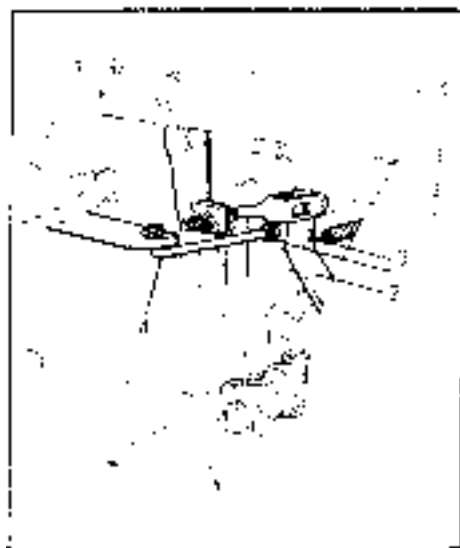

Fig. 20 - Bild 20
Controllare il livello dell'acido (vedere Fig. 20).
1. la temperatura dell'olio (Fig. 20)